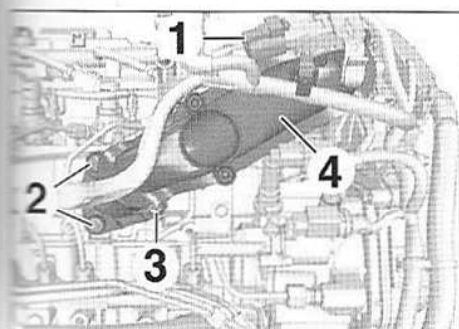

FIG.97
- Débrancher le connecteur (1) (Fig.97).
- les vis (2),
- le goujon (3),
- le tube de liaison d'admission d'air (4).